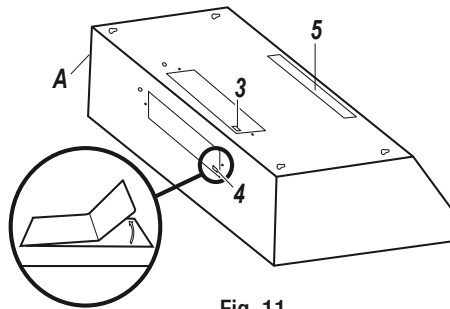

Fig. 11
- Choisir le disque défonçable de ventilation à retirer selon votre type d'installation. Utiliser le trou supérieur (3) pour une installation de ventilation par le dessus et le trou arrière (4) pour une installation de ventilation par l'arrière.
- Retirer doucement le couvercle (3 ou 4) du trou de ventilation approprié en utilisant un tournevis à tête plate ou une pince à bec effilé (voir Fig. 11). Faire très attention de ne pas laisser de morceaux à l'intérieur de la hotte (A).